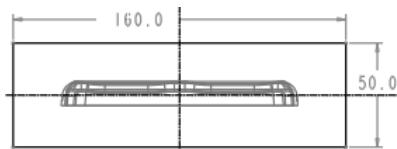

图 31.6 截面草图
Step4. 创建坯料特征。单击 **模具** 功能选项卡 **形状** 区域中的 **拉伸** 按钮；在出现的操控板中，确认“实体”类型按钮 **实体** 被按下，在绘图区中右击，从系统弹出的快捷菜单中选择 **定义内部草绘...** 命令，然后选择 MOLD_FRONT 基准平面作为草绘平面，草绘平面的参考平面为 MOLD_RIGHT 基准平面，方向为 **右**；单击 **草绘** 按钮，系统至此进入截面草绘环境。进入截面草绘环境后，选取 MAIN_PARTING_PLN 和 MOLD_RIGHT 基准平面为草绘参考，绘制图 31.6 所示的特征截面；完成特征截面的绘制后，单击“草绘”操控板中的“确定”按钮 **确定**。在操控板中单击 **深度** 按钮，在深度文本框中输入深度值 180.0，并按 Enter 键，然后单击 **确定** 按钮，完成特征的创建。